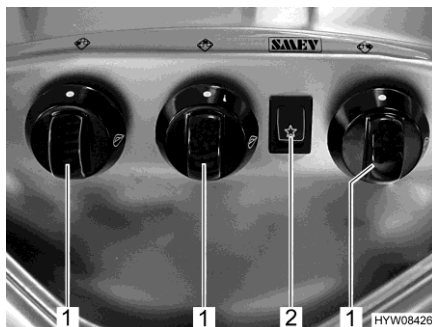

Fig. 192 Elementi di comando (fornello a gas)
- Ruotare il pomello girevole (Fig. 192,1) dell'impianto a fiamma libera desiderato in posizione accesa (fiamma alta).
- Premere l'interruttore a bilico (Fig. 192,2). Sul bruciatore vengono prodotte scintille.